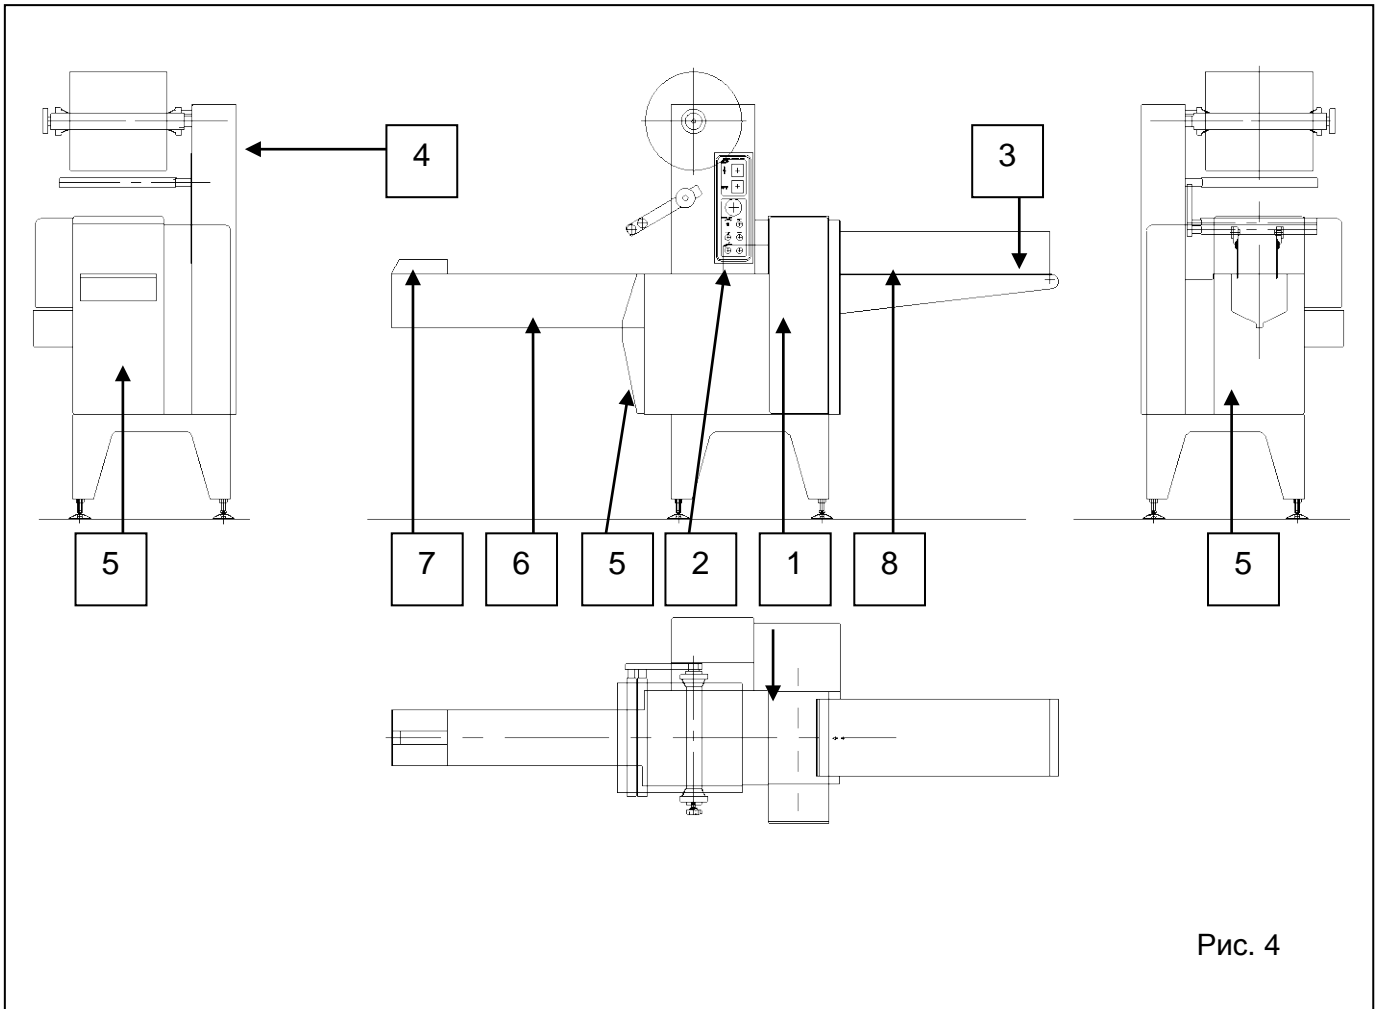

Рис. 4
3.7) Кожухи и физические защиты (Рис. 4)